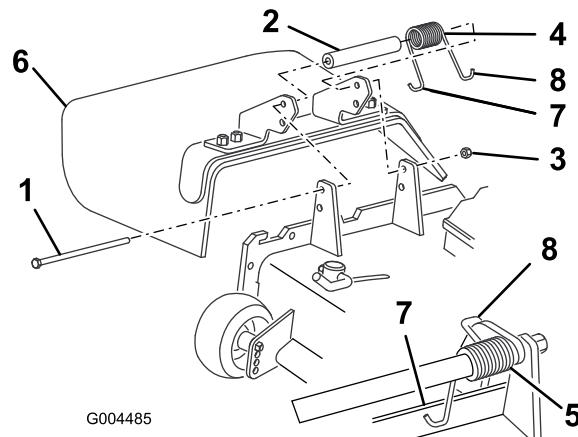

Figure 76
- Placez une entretoise et un ressort entre les supports du déflecteur d'herbe de rechange (Figure 76).
Remarque: Accrochez l'extrémité en J gauche du ressort derrière le bord du plateau avant de mettre le boulon en place, comme indiqué à la Figure 76.
Remarque: Accrochez l'extrémité en J droite du ressort au déflecteur d'herbe (Figure 76).
- Retirez le contre-écrou, le boulon, le ressort et l'entretoise qui fixent le déflecteur aux supports de pivot (Figure 76).